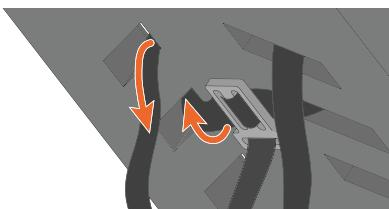

Figure 11 - Passage des bretelles dans la coque du jeune enfant.
- 12.** Prenez cette combinaison et passez-la à travers la face arrière de la coque du bambin, comme indiqué sur la figure 11.